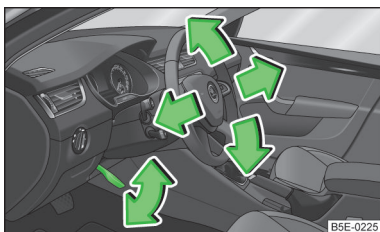

Fig. 116
- > Rabattez la manette sous le volant vers le bas » fig. 116.